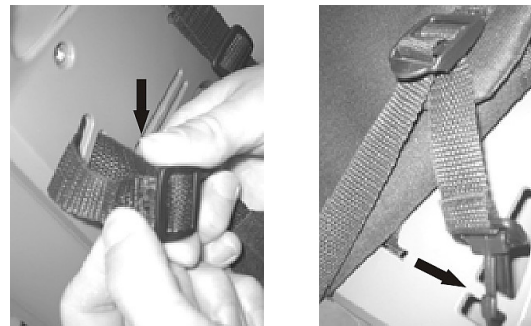

Abb. 8: Einstellen des Schultergurtes
Schritt 1: Stellen Sie die Schultergurte durch Ziehen der beiden Spannbänder durch die Lasche so ein, dass ein bequemer Tragekomfort für Sie entsteht. Um ein ungewolltes Verstellen des Schultergurtes zu vermeiden, ist es möglich das Ende des Gurtes seitlich einzuhängen. (Abb.8)